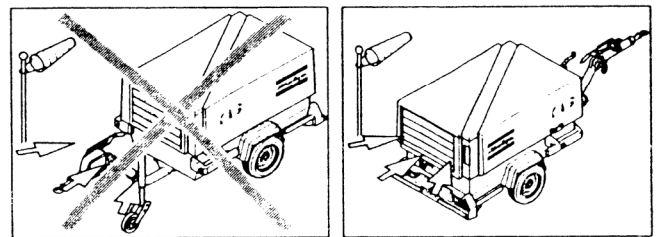

Fig. 3.4 Parte posterior del compresor contra el viento
Aplique el freno de estacionamiento tirando de la palanca del freno de estacionamiento (3) hacia arriba. Coloque el compresor lo más nivelado que sea posible; sin embargo, puede utilizarse temporalmente en una posición desnivelada que no supere los 15°. Si el compresor está aparcado sobre un terreno en pendiente, inmobilice el compresor colocando calzos en las ruedas (disponibles opcionalmente) delante o detrás de las mismas. Coloque el extremo posterior del compresor contra el viento, (véase la Fig. 3.4) alejado de